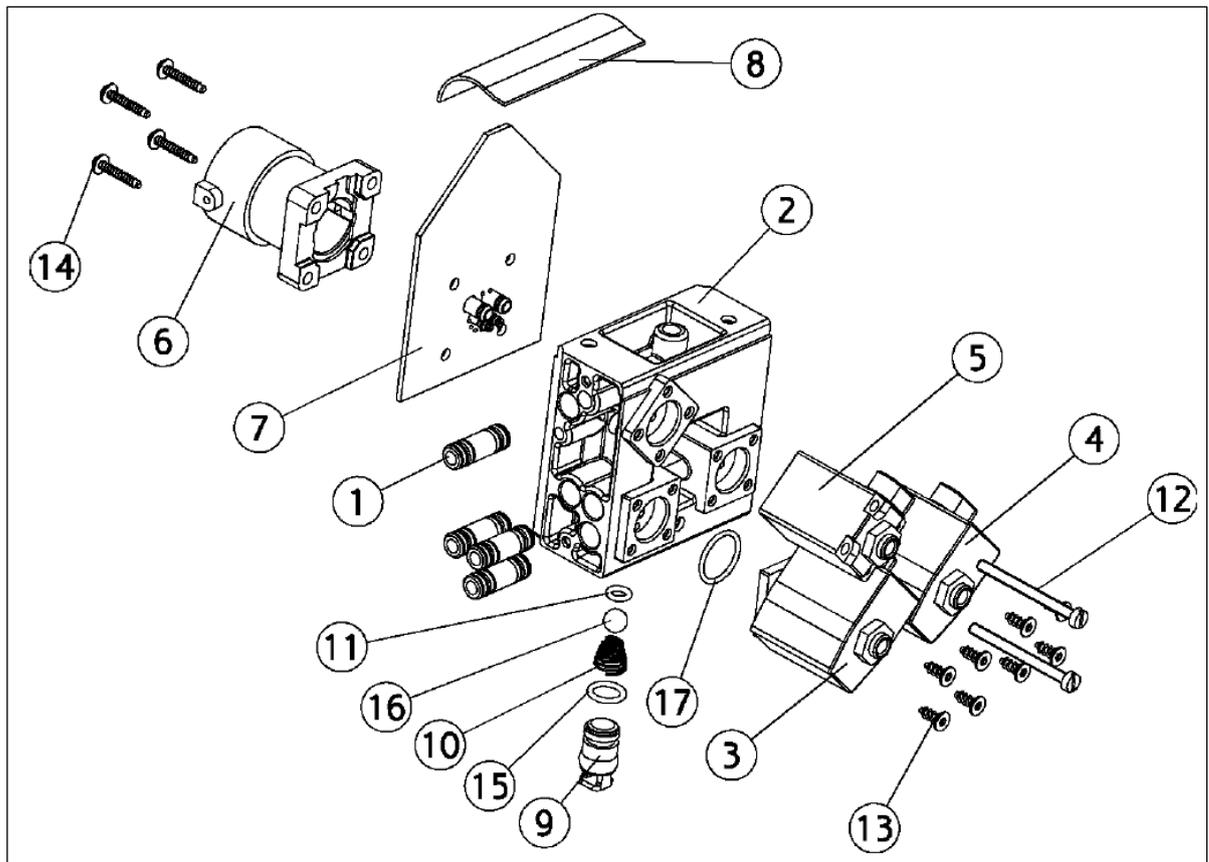

Abb. 7
C12	Entfernen Sie die gesamte Instrumentenblockbaugruppe von der Brücke und ersetzen Sie die O-Ringe (MR-202) – Siehe (1) in Abb. 7 - in den wasserführenden Leitungen (rot markiert in Abb. 8) zwischen den Instrumentenblöcken. Tragen Sie eine dünne Schicht YR-032 Paraliq-Fett auf die O-Ringe auf.